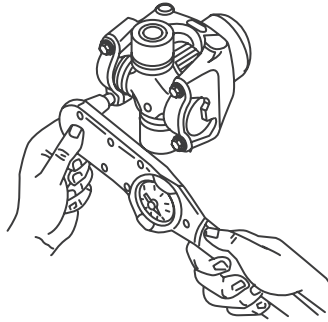

Figura 8.36
4. Use un torquímetro para apretar los tornillos alternadamente con las especificaciones de par de apriete de Meritor. Figura 8.36.